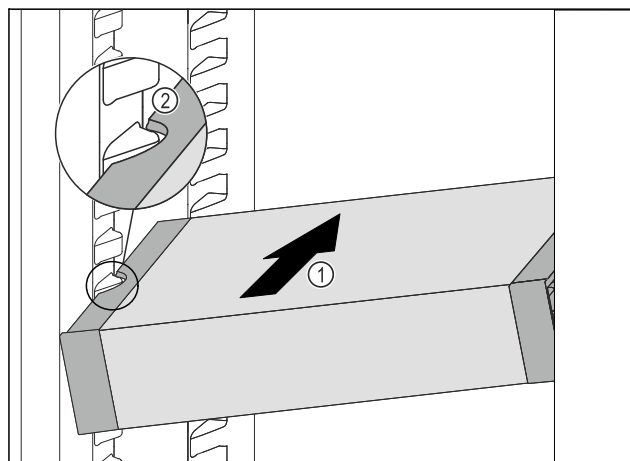

Fig. 127
- ▶ Вдвигайте VarioSafe под наклоном в холодильное отделение Fig. 127 (1), пока боковые выемки Fig. 127 (2) VarioSafe не окажутся на высоте выступа резервуара в холодильном отделении.